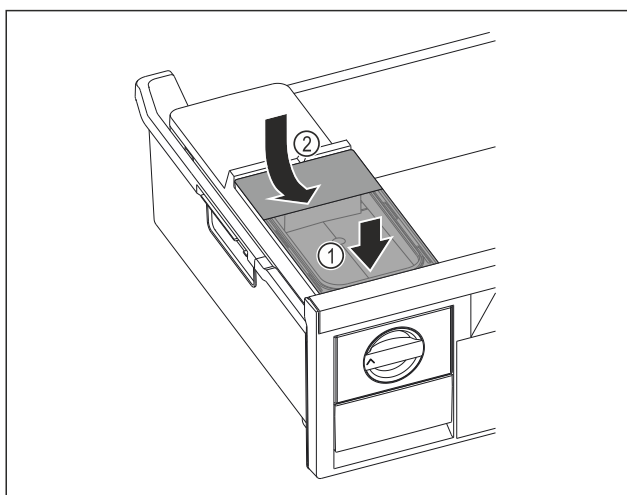

Fig. 130
- Placer le réservoir d'eau à l'avant. Fig. 130 (1)
- Abaisser le réservoir d'eau à l'arrière. Fig. 130 (2)